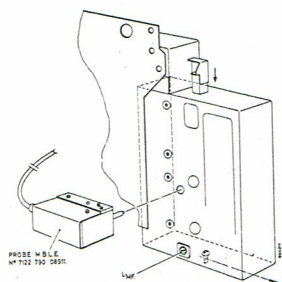

FIG. 13
- Tuner en gamme UHF, canal 21, tirette en position de réglage M.F. complètement enfoncée et maintenue en place par une broche de 0,8 mm passée dans le trou à l'extrémité inférieure (voir fig. 13).